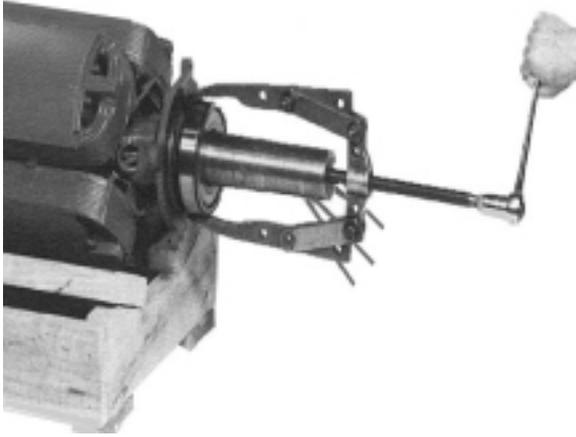

Figure 6-38
2. Si le roulement doit être remplacé, utiliser un extracteur pour le démonter (Figure 6-38)